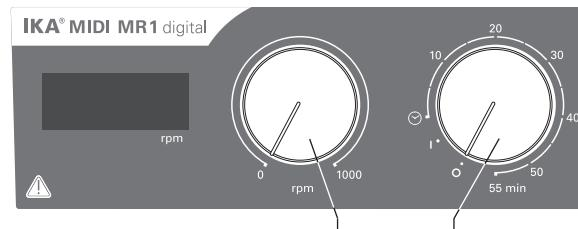

Fig. 3
- ☞ Para encender el aparato, gire el mando giratorio de "**encendido y apagado**" y "**temporizador**" (**B**, véase **Fig. 3**) hacia la derecha hasta la posición "**1**".
- ⇒ Para ajustar el régimen de revoluciones del motor, utilice el mando regulador de “**velocidad**” (**C**, véase **Fig. 3**). Este régimen puede ajustarse de 0 a 1000 rpm en el caso del **MIDI MR 1 digital** y de 0 a 600 rpm en el caso del **MAXI MR1 digital**.